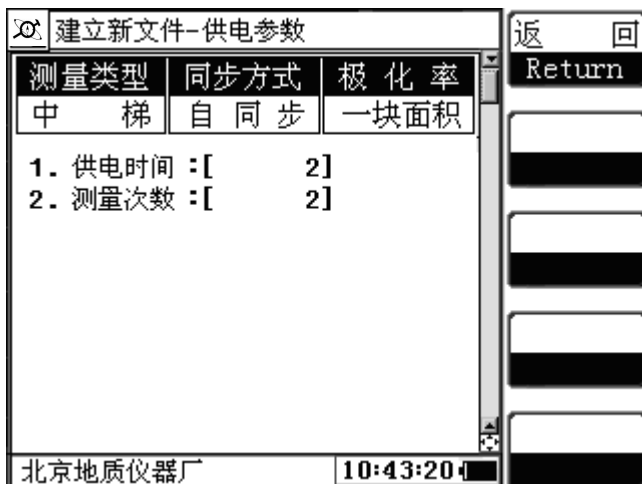

图 6
**4.1.3 供电参数:**按此键后，屏幕显示如图6所示。